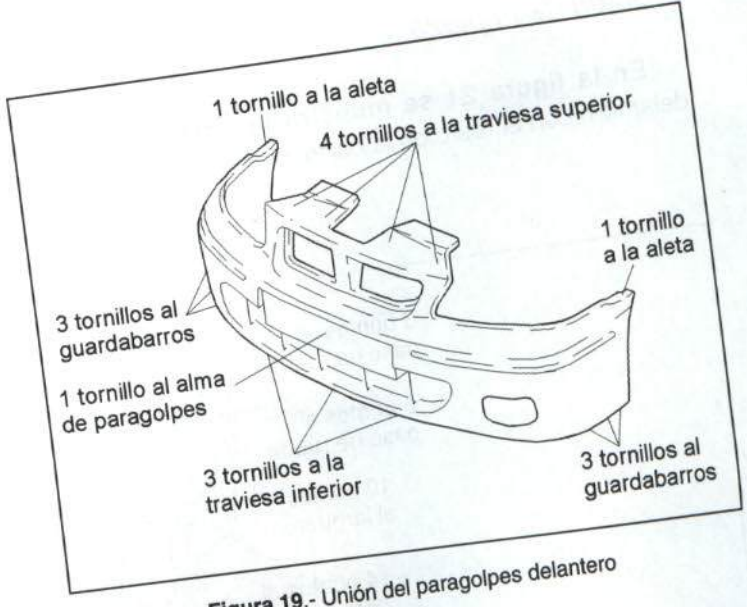

Figura 19.- Unión del paragolpes delantero
Para la sustitución del faro será necesario desmontar previamente el envolvente del paragolpes (figura 19).
En la figura 19 se muestra la unión de este elemento con el resto de la carrocería.
- Envolvente de paragolpes (figura 19).
- Envoltente de paragolpes (figura 19).